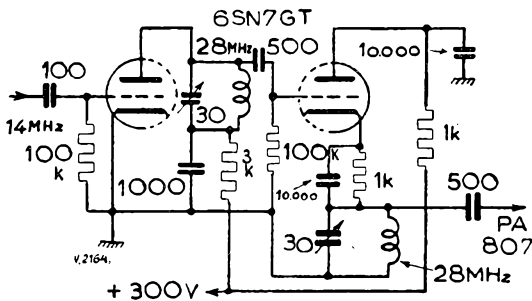

Fig. 1
De 807 heeft een stuurspanning (in de pieken) nodig van 115 velt en een stuurvermogen van 0,4 watt. Eén helft van een 6SN7GT als klasse-A versterker geschakeld met een input van 3 watt (300 V bij 10 mA) kan als cathode-follower 115 V piekspanning afgeven, wellicht zelfs nog iets meer. De output bedraagt ongeveer $\frac{3}{4}$ watt. Het rendement is ca 25% en de impedantie naar het rooster van de daarop volgende eindbuis (807) is 400 ohm. Men zie fig. 1.